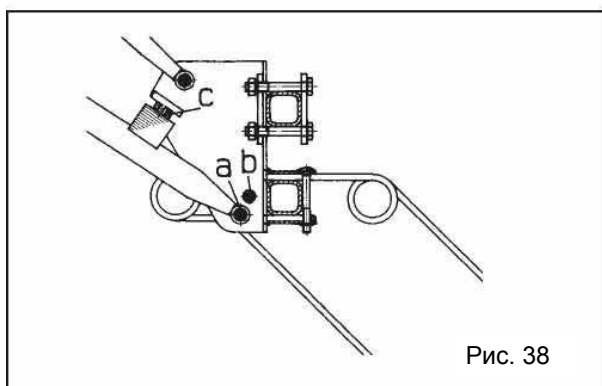

Рис. 38
**Обычная послепосевная борона** (рис. 38): двухсекционная